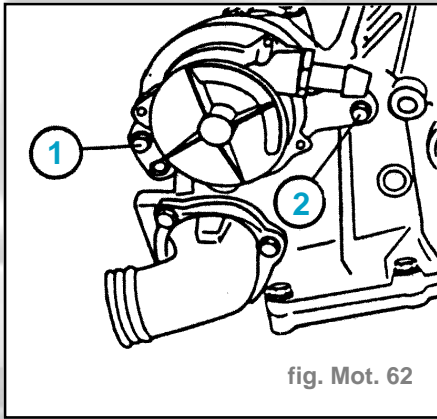

fig. Mot. 62
- Dévisser la vis (1) (fig. Mot 62).
- Déposer la vis (2), enlever la pompe. Cette vis sert en même temps à supporter le guide-chaîne (fig. Mot. 62).